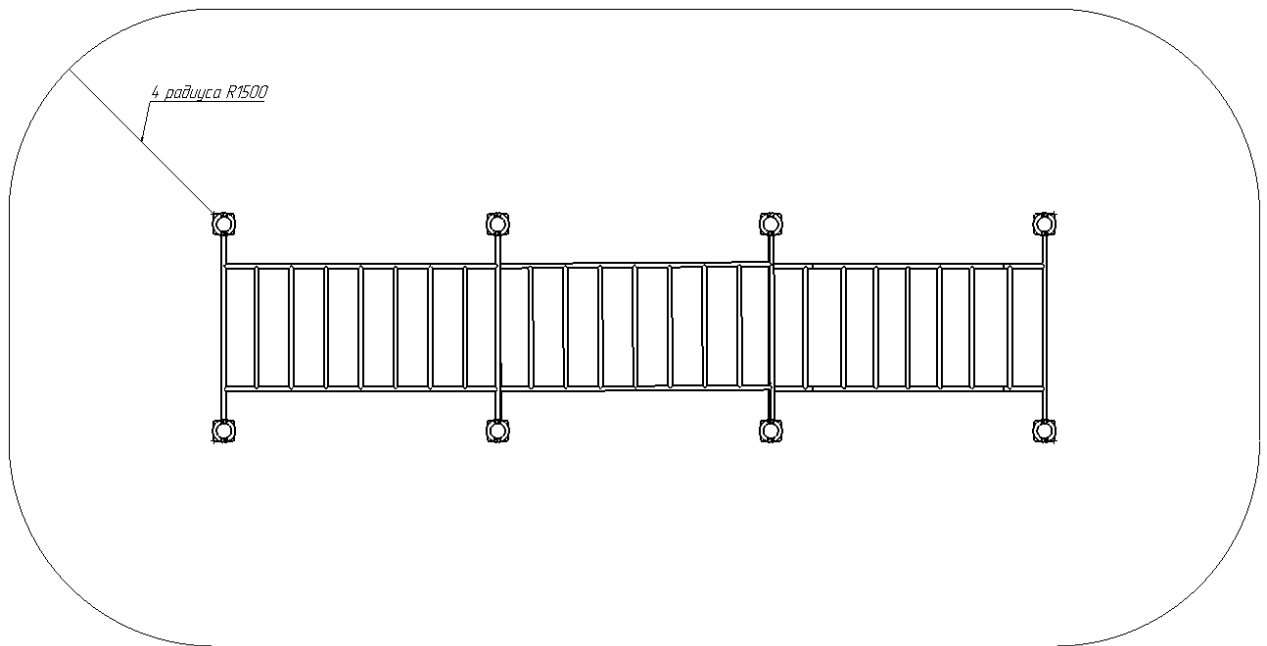

Рис.1
Над зоной безопасности, представленной на рис.1., должно быть пространство на высоту 5,3 м свободное от строений, зеленых насаждений и элементов других конструкций.
- 11.1.2. Установка Изделия проводится на ровной площадке, свободной от насаждений. Размер площадки не меньше указанного на зоне безопасности (см. рис.1).
На месте установки комплекса подготавливаются углубления размером 220х220 мм, глубиной 1000 мм в количестве 8 штук. На дно углублений засыпается гравийная подушка высотой 100 мм и утрамбовывается. Далее устанавливаются столбы на глубину 900мм (согласно монтажной схеме рис.1). Далее столбы заливаются цементно-песчаным раствором (типа бетон), параллельно контролируя вертикальность состояния заливаемых элементов. После окончательного застывания цементно-песчаной основы, на столбы навешивается рукоход при помощи хомутов.